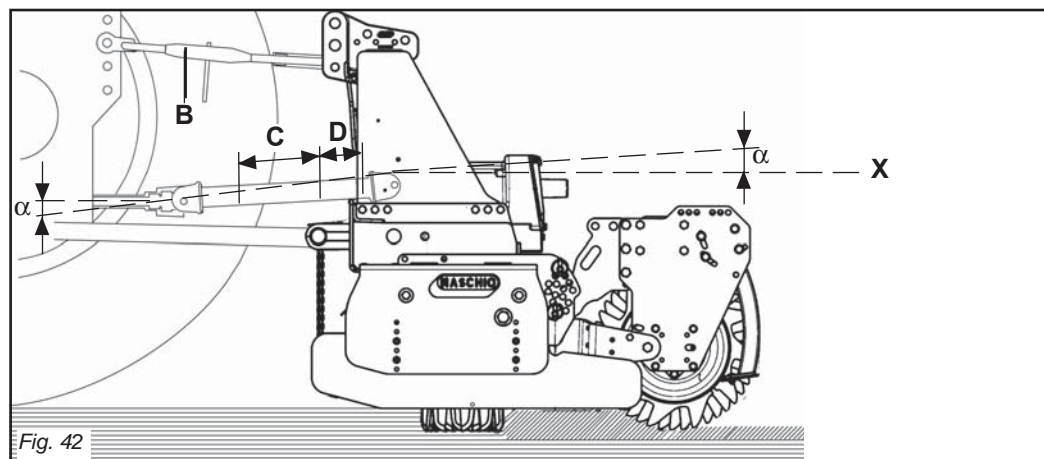
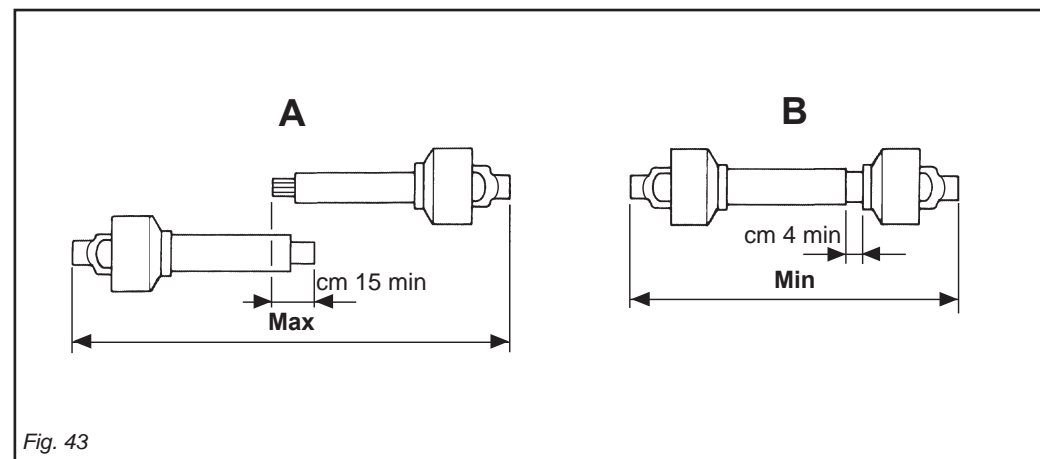

Fig. 42
Fig. 43
Per fare ciò aumentare o diminuire la lunghezza della barra superiore dell'attacco (B Fig. 42) in modo da portare l'asse (X Fig. 42) della ghiera scanalata della scatola parallela al suolo.
- I due angoli (α Fig. 42) formati dalle
- Les deux angles (α Fig. 42) formés par
Um dies zu erhalten, die Länge der oberen Kupplungsstange (B Abb. 42) erhöhen oder verringern, bis die Achse (X Abb. 42) der Keilmutter des Gehäuses parallel zum Boden steht.
- Die beiden Winkel (α Abb. 42), die aus den Achsen der Gabeln und der Ach-
- La copertura (C Fig. 42) dei tubi scorrevoli deve essere di 15 cm minimo (Fig. 43).
- I due tubi dell'albero di trasmissione a cardano non si devono ricoprire completamente, una corsa di sicurezza (D Fig. 42) di 4 cm minimo deve sussistere.
- Gli angoli (α Fig. 42) dei cardani non devono essere superiori a 40° (Fig. 11).
- Die Überdeckung (C Abb. 42) der Gleitrohre muss mindestens 15 cm ausmachen (Abb. 43).
- Die beiden Rohre der Gelenkwelle dürfen sich nicht ganz überdecken. Es muss noch einen Sicherheitshub (D Abb. 42) von mindestens 4 cm geben.
- Die Winkel (α Abb. 42) der Gelenkwellen dürfen nicht größer als 40° sein (Abb. 42).
Quando esso è inserito al massimo, il gioco minimo consentito deve essere di 4 cm. (Fig. 43).
Wenn die beiden Teile ganz zusammengeschoben sind, muß das kleinstmögliche Spiel 4 cm ausmachen (Abb. 43).